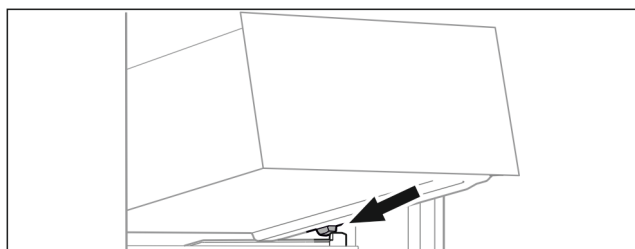

Fig. 98
- Sett skuffen på skrå bak stopperne på beholderribben. (se Fig. 98)